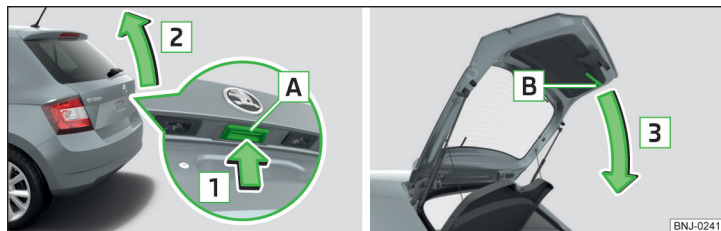

Fig. 50 Abrir/cerrar la tapa del maletero
- Para **abrir** la tecla **A** presionar en el sentido de la flecha **1** » fig. 50.
Se desactiva la tecla **A** » fig. 50 cuando se arranca o a partir de una velocidad de más de 5 km/h. Después de parar el vehículo y abrir una puerta se volverá a activar la tecla.